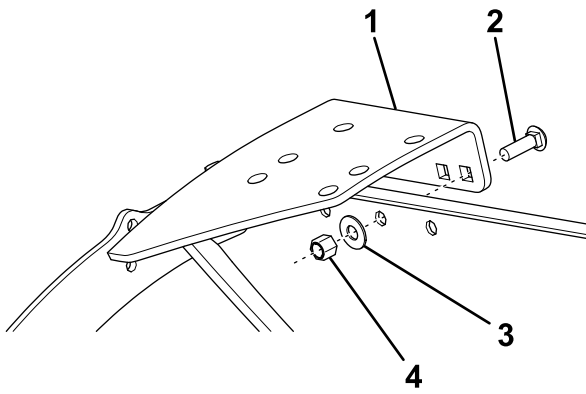

Figure 2
5. Fixez légèrement la plaque de support du ressort avec un boulon de carrosserie (3/8 po), une rondelle et un contre-écrou (Figure 2).